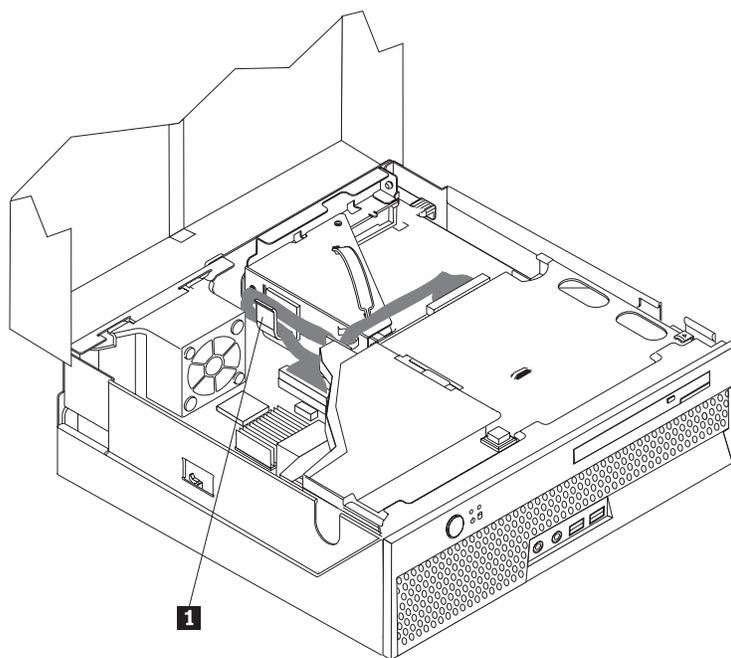

図 7. ケーブルの配線
2. ドライブ・ベイを下げる前に、ケーブルがケーブル・クリップ **1** を通って正しく配線されていることを確認します。図 7 を参照してください。